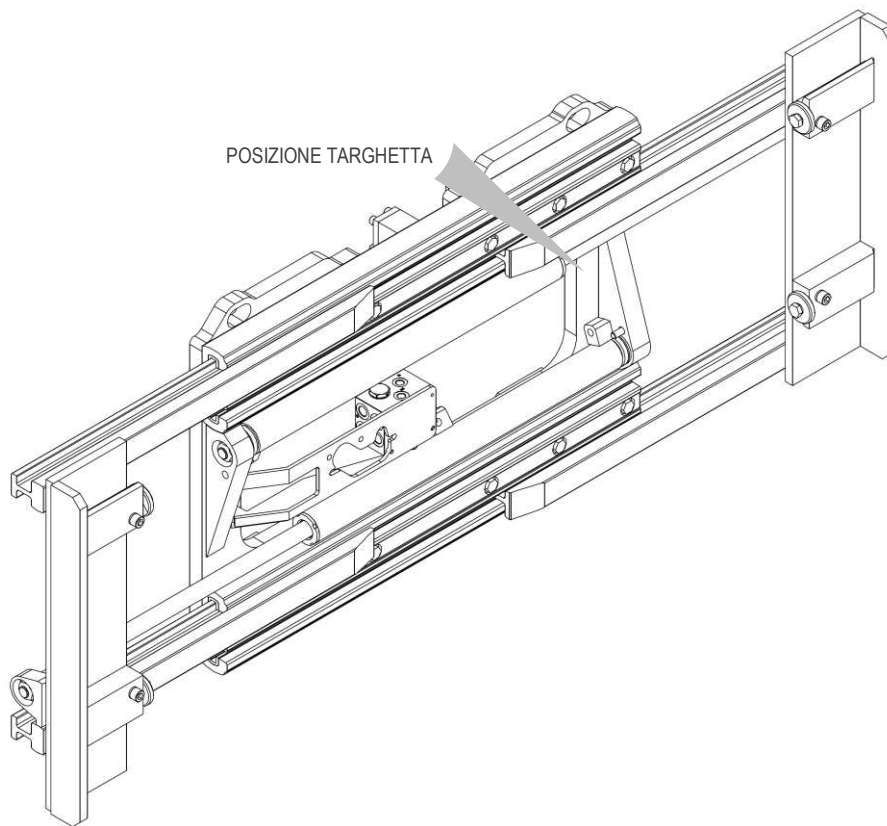

Figura 1
Tutte le attrezzature A.T.I.B. – POSIZIONATORE FORCHE A GRANDE APERTURA TIPO 883 vengono identificate mediante targhetta adesiva (vedi *Tabella 1*) posizionata sull'attrezzatura (vedi *Figura 1*), fare sempre riferimento al numero di matricola.
5. Per la movimentazione devono essere utilizzate cinghie o catene opportunamente dimensionate rispetto al peso dell'attrezzatura indicato in targhetta (vedi *Figura 1* e *Tabella 1* a pag.6).
10. Collegare il circuito idraulico, assicurandosi che la pressione di esercizio delle tubazioni sia superiore o uguale a quella indicata sulla targhetta di identificazione (vedi *Figura 1* e la *Tabella 1* a pag.6).
6. Per la movimentazione devono essere utilizzate cinghie o catene opportunamente dimensionate rispetto al peso dell'attrezzatura indicato in targhetta (vedi Figura 1 e la Tabella 1 a pag.6).